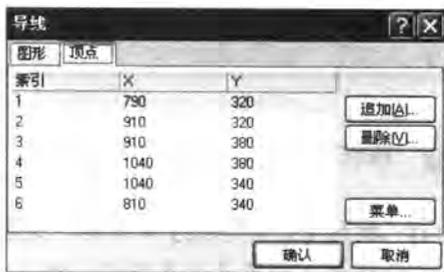

图 3-75 【顶点】选项卡
- [5] 打开【顶点】选项卡，如图 3-75 所示，显示了该导线的两个端点及所有拐角点的 X、Y 坐标值。用户可以直接输入具体的坐标值，也可以单击 **[添加...]**、**[删除...]** 按钮，进行设置更改。